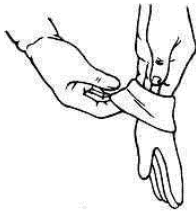

Abbildung 1
Ziehen Sie vor dem Berühren des StarBright CLR®-Materials (H) das mitgelieferte Paar weiße Handschuhe (G) an, um zu vermeiden, dass Fingerabdrücke, Staub oder Öl von Ihren Händen auf der Oberfläche des Materials zurückbleiben (Abbildung 1). Das StarBright CLR®-Material (H) ist sehr empfindlich und sollte mit größter Sorgfalt behandelt werden. Falten oder biegen Sie das Material nicht. Die Nichtbeachtung der Anweisungen führt zu einer dauerhaften Beschädigung des Bildschirmmaterials, das nicht unter die Garantie fällt.
1. Entfernen Sie das StarBright CLR®-Material (H) aus dem Verpackungsröhrchen und legen Sie es vorsichtig auf eine saubere Oberfläche.